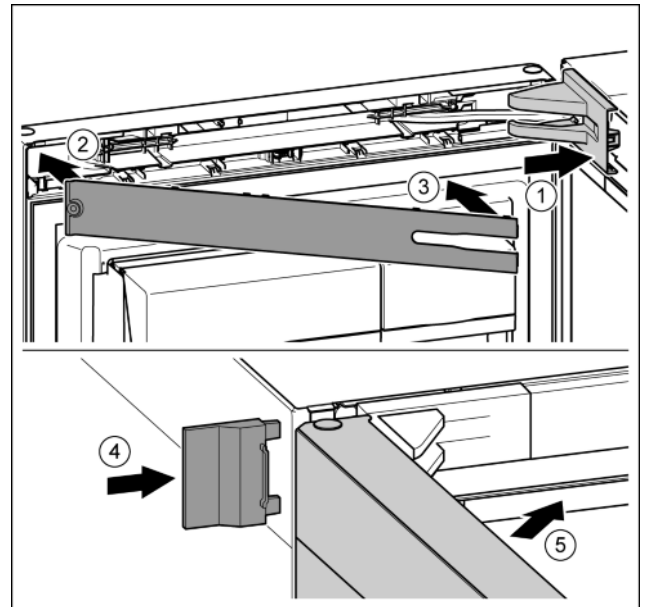

Fig. 46
- ▶ Afdekking van de lagerbus aanbrengen en vastklikken, en indien nodig, voorzichtig uit elkaar drukken. Fig. 46 (1)
- ▶ Paneel aanbrengen. Fig. 46 (2)
- ▶ Paneel naar binnen draaien en vastklikken. Fig. 46 (3)
- ▶ Buitenste afdekking erop schuiven. Fig. 46 (4)
- ▶ Bovenste deur sluiten. Fig. 46 (5)